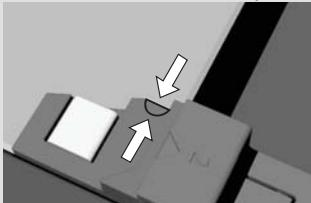

рис. 4
- Дверца устанавливается в обратном порядке. **Примечание:** при установке стекла на место отметки (полукруг) на дверце и стекле должны совместиться (рис. 4).